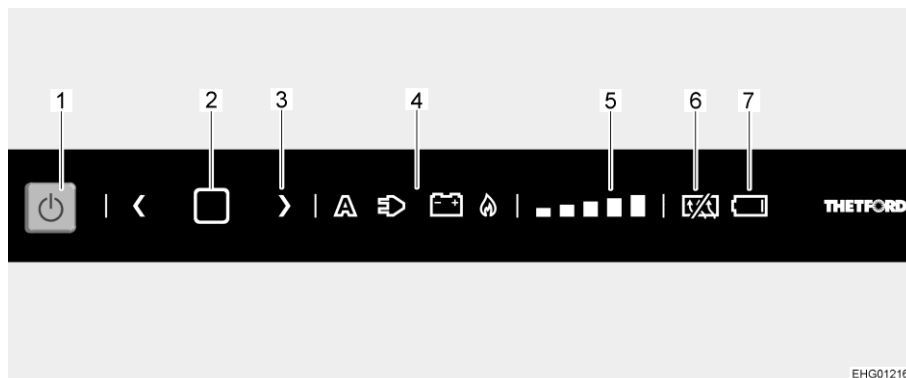

Fig. 149 Quadro comandi LED
- Premere il tasto On/Off (Fig. 149,1) per 1 secondo. Il tasto si illumina di blu. L'ultima impostazione selezionata si illumina.
- Premere per 2 secondi il tasto di conferma (Fig. 149,2) finché il simbolo della fonte di energia (Fig. 149,4) non inizia a lampeggiare.
- Selezionare la fonte di energia desiderata premendo un tasto freccia (Fig. 149,3).
- Premere il tasto di conferma (Fig. 149,2) per confermare la selezione.
- Premere nuovamente il tasto di conferma (Fig. 149,2). L'indicatore del livello di refrigerazione (Fig. 149,5) inizia a lampeggiare.
- Selezionare il livello di refrigerazione desiderato premendo un tasto freccia (Fig. 149,3).
- Premere il tasto On/Off (Fig. 149,1) per ca. 2 secondi. Tutte le spie si spengono. Il frigorifero è spento.